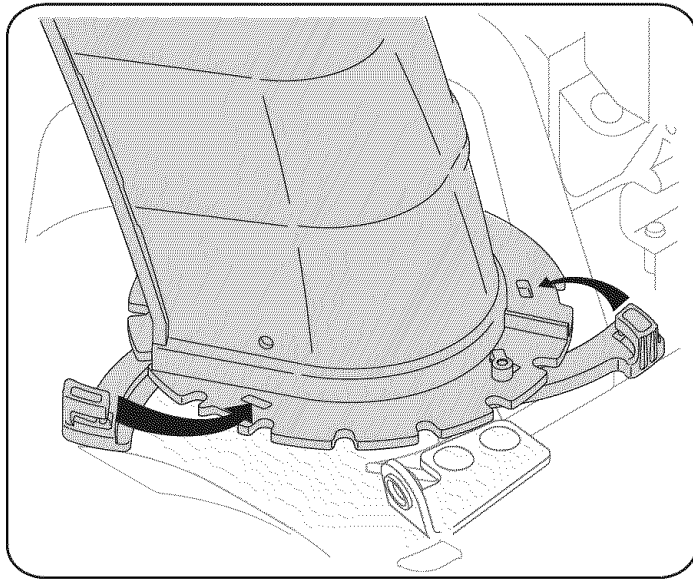

Figura 4
5. Cierre los fijadores de la brida para asegurar el montaje del canal a la base del canal. Vea la figura 4. Los fijadores de la brida emiten un chasquido cuando están bien asegurados.